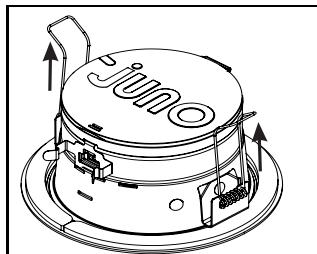

Figure 9
**Étape 7.** Assurez-vous que le cache dissimulant les interrupteurs de sélection de la TCP et de la luminosité est refermé. Poussez les ressorts en position verticale (Fig. 9) et faites glisser le tout à travers la découpe au plafond. Les extrémités des ressorts devraient s'accrocher au bord du trou et entraîner le luminaire en position.